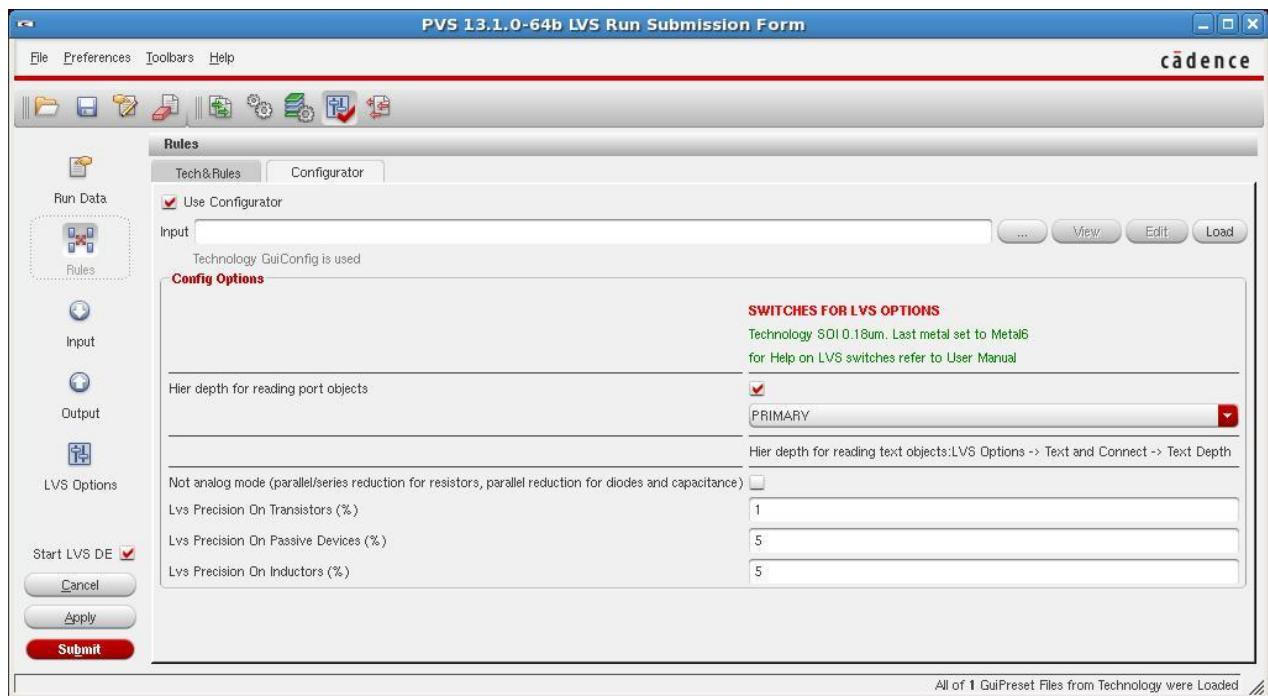

Рис. 10.6. LVS ключи.
- 4) Перейти на вкладку *Configurator*, где задать необходимые ключи. Описание ключей, используемых при LVS-проверке, приведено в разделе 9.2.1 (рис. 10.6)